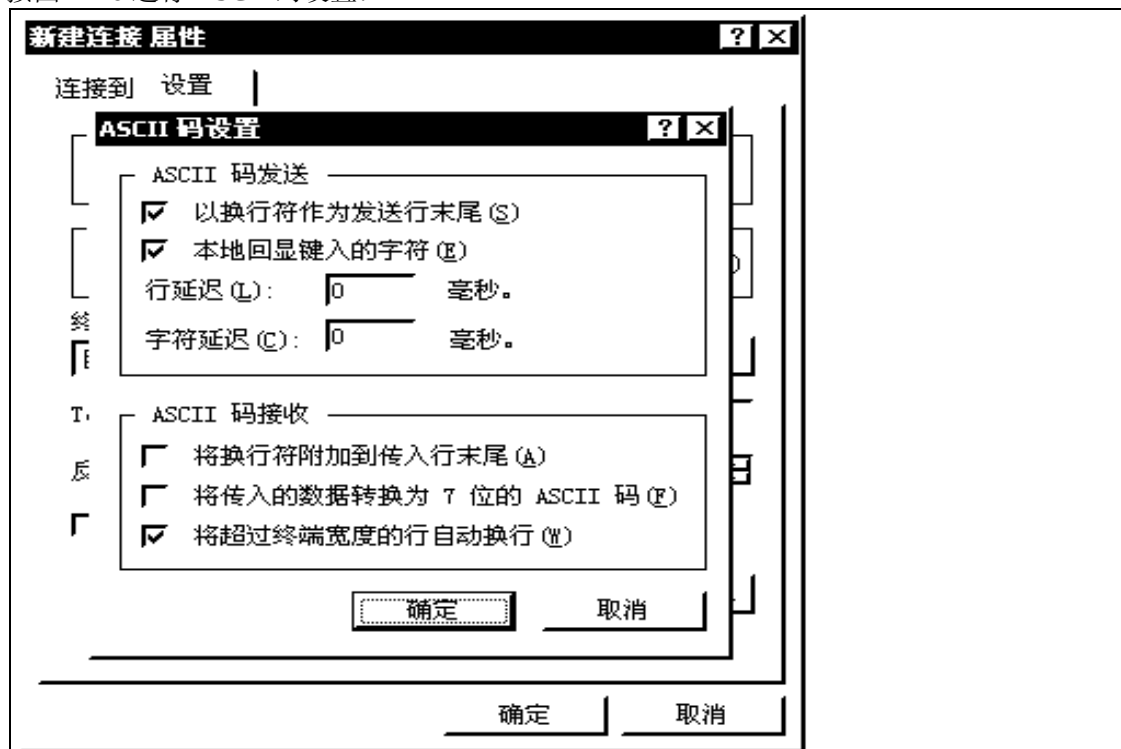

图 7—6: ASCII 码设置
9、设置确认后，在主窗口下点击“传送”菜单，选择“发送文本文件”（见图 7—7）：